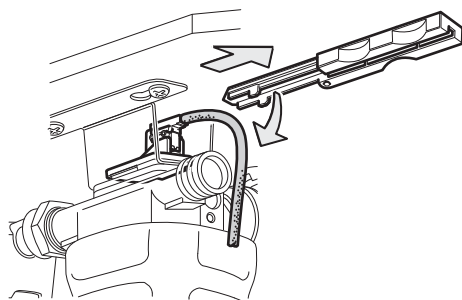

Fig. 10
- ▶ Når kablet hænger frit, trækkes monteringsholderen ud. Encoderen bliver siddende i holderen. (Fig. 10).